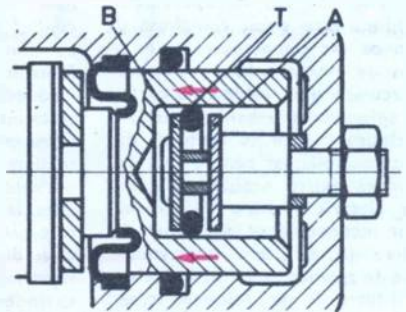
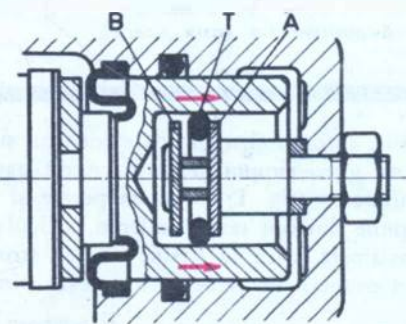

FIG. 2
FIG. 3
sește în poziția «strîns», deasupra se montează în perete un acoperiș de scîndură. Dimensiunile construcției prezentate au fost alese pentru un autoturism Fiat 850. Îmbinările ramelor la capete se fac după procedeul din fig. 2, folosindu-se șuruburi de lemn. În fig. 3 se arată cum se fac articulațiile între rame (balamalele se prind cu șuruburi cu cap îngropat). Din desen se remarcă faptul că prima ramă este prinsă în perete, iar ultima pe sol, unde eventual se poate înclua. Pentru prinderea în perete, sînt necesare șuruburi cu diblu. În cazul în care există posibilități, acest garaj poate fi construit din țevi de oțel sau aluminiu, la dimensiuni mai mari.
Pentru a avea o eficacitate cât mai mare a frinei în orice condiții, este necesar ca permanent să se mențină un joc relativ mic între garnituri și disc. Pentru aceasta în interiorul pistonului (2) s-a prevăzut dispozitivul (3) de restabilire automată a jocului, indiferent de uzura garniturilor (vezi fig. 2 și 3). Acest dispozitiv este format dintr-un ax solidar cu blocul cilindrului receptor care are la celălalt capăt două rondela metalice distanțate prin-
Date interesante asupra schemei principale de organizare a navei «Voshod» au fost date publicității anul trecut, la Congresul de astronautică de la Belgrad, cînd specialiști sovietici au prezentat, printre altele, «filmul» cu desfășurarea fazelor de ieșire a cosmonautului Leonov din cabină în spațiul cosmic (18 martie 1965), printr-o ecluză de aer. Să urmărim aceste faze pe schița reproducă aici (fig. 2). Ecluză se prezintă ca o cameră tubulară prelungitoare în partea stîngă a cabinei. Ea are două uși, ambele cu posibilitatea de închidere ermetică și cu deschiderea așa cum se arată în desen (prima spre interiorul cabinei, iar cealaltă spre interiorul camerei).